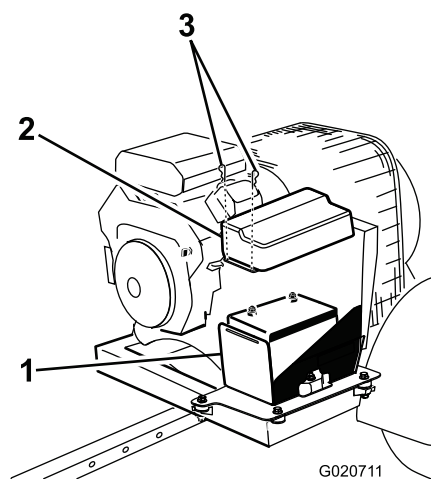

Figura 3
1. Retire los clips que sujetan la tapa de la batería a la caja de la batería (Figura 3). Retire la tapa de la caja.